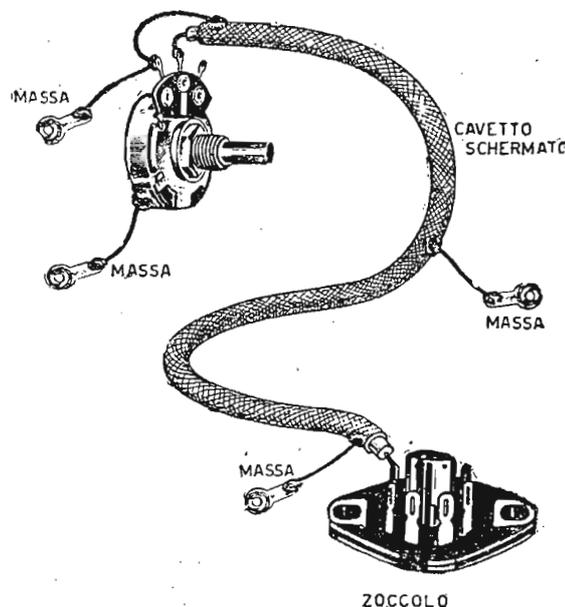

Fig. 48
101 Controllare che la calza metallica del cavetto schermato, collegantesi al potenziometro, non risulti staccata da massa (fig. 48).
- 144** La calza metallica del cavetto schermato di BF non è saldata a massa. Provvedere quindi a collegarla in più punti al telaio metallico (vedi fig. 48).